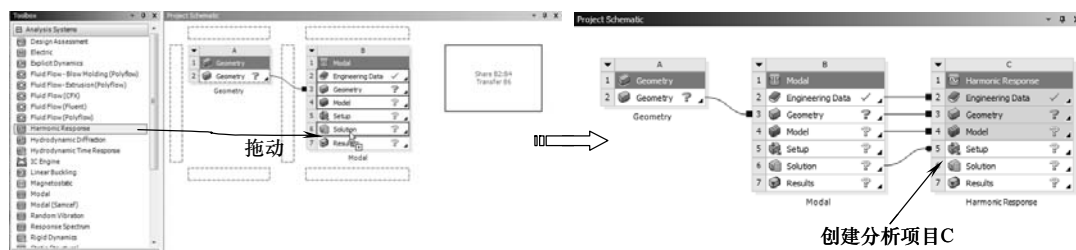

图 6-44 创建分析项目 C
5) 在【Toolbox (工具箱)】中【Analysis Systems】下的【Harmonic Response】选项上按住鼠标左键，拖动到【Project Schematic (项目管理区)】分析项目 B 中的 B6 上，当 B6 呈红色高亮显示时，释放鼠标创建分析项目 C，如图 6-44 所示。